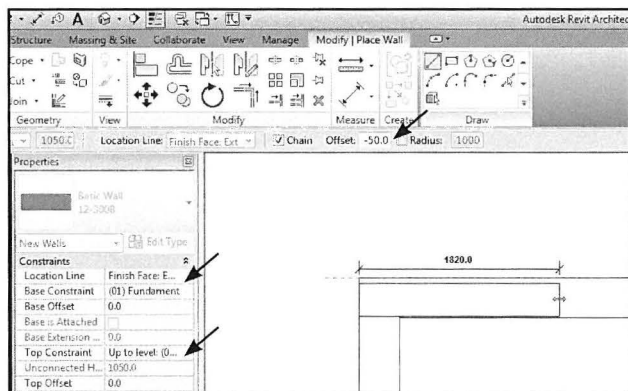

Fig. 05.89. Indstil væggenes egenskaber i *Properties* og i *Modify* linien.
- Sæt *Top Constraint* til (03) Stueplan i *Properties* (Fig. 05.89).
- Vælg *Location Line*: *Finish Face Exterior* (Fig. 05.89).
- Sæt *Offset* til -50 mm (Fig. 05.89).